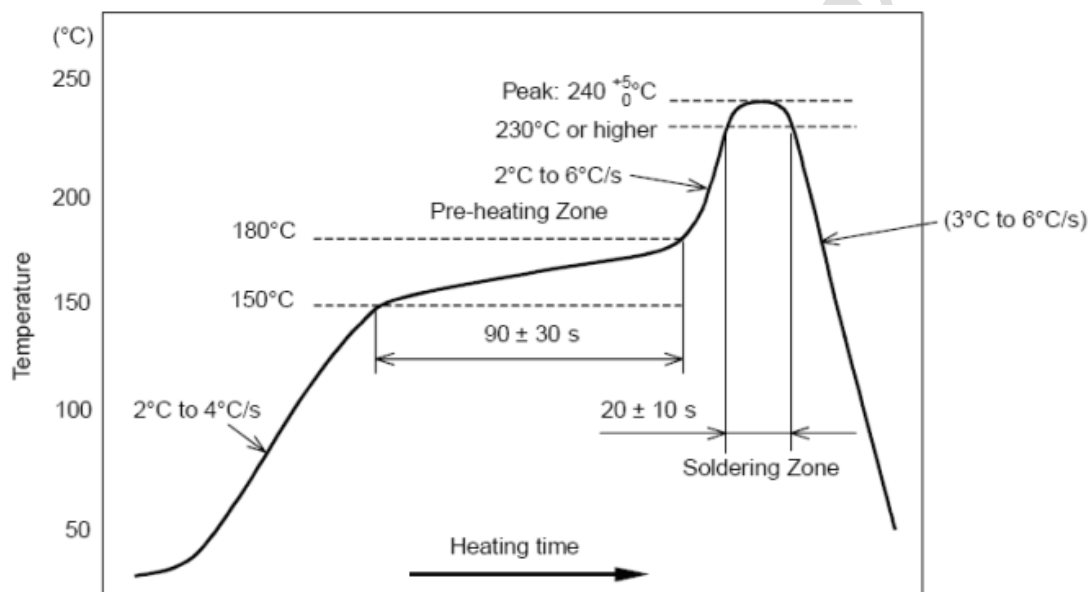

图 4 部件的焊接耐热性温度曲线(焊接点)
- 2 允许回流焊次数：2 次，基于以下回流焊（条件）（见图 4）；
- 3 温度曲线：回流焊应按照下列温度曲线（见图 4）；